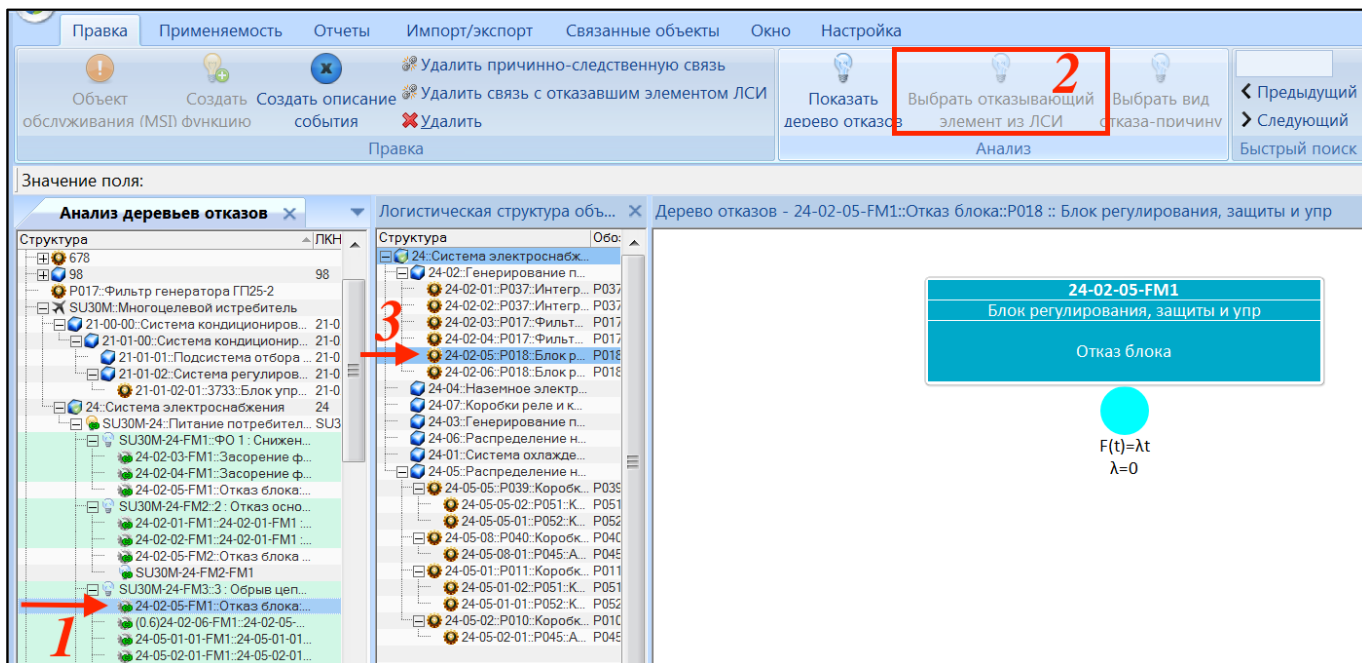

Рис. 10-345 – Выбор отказывающего элемента
- б) Выбрать вид отказа в окне «Дерево отказов» и нажать кнопку «Создать описание события» панели «Правка» (1 на рис. 10-345).
7) В результате в окне «Дерево отказов» будет создан новый объект (2 на рис. 10-345), после чего откроется диалоговое окно «Событие» для создаваемого вида отказа (3 на рис. 10-345).